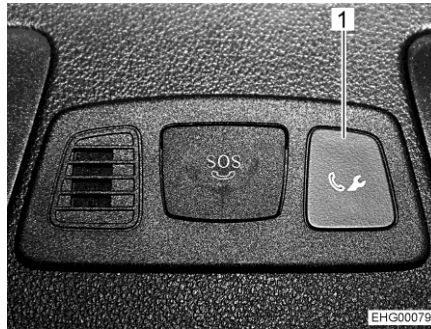
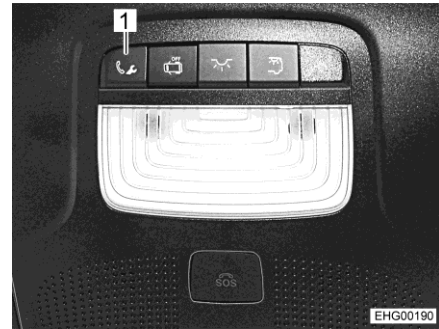

Bild 11 Knapp för samtal till vägassistans (mittkonsol)
Bild 12 Knapp för samtal till vägassistans (takkonsul)
- Tryck på knappen (Bild 11,1 resp. Bild 12,1) för samtal till vägassistans. Uppringning sker till Mercedes-Benz kundcenter.